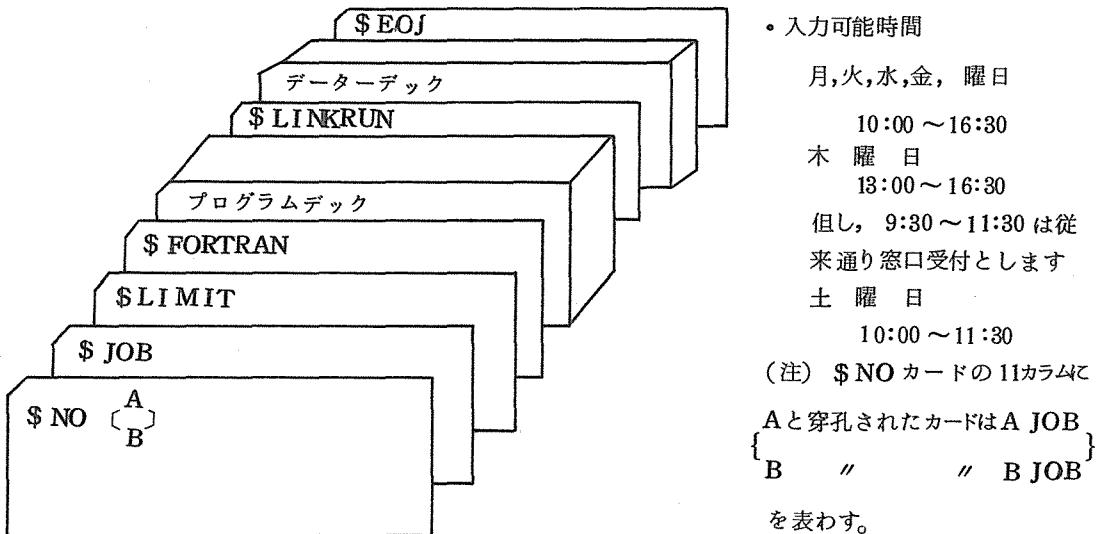

図4-1 標準形カードデック構成（利用者入力）
① AおよびB JOBを依頼される時は、図4-1の要領でカードデックを用意し、オープン入出力装置室（センター2階）の利用者入力用カード読取装置からカードデックを利用者自身で入力していただきます。（カード読取装置の取扱いについては、「8.カード読取装置の入力操作法」の項を御覧下さい。）